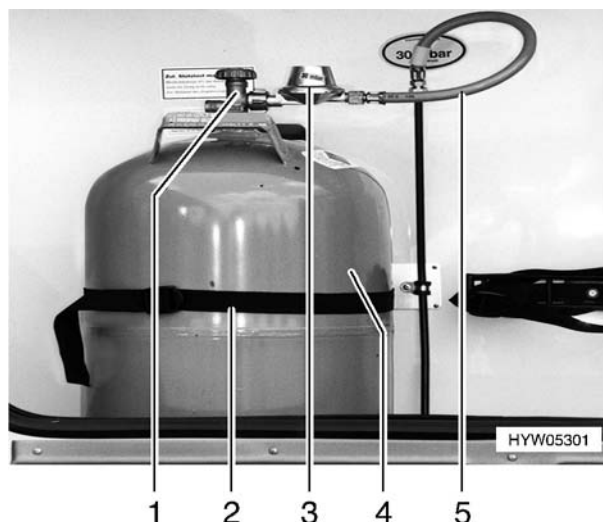

Fig. 46 Vano portabombole
- Chiudere la valvola principale (Fig. 46,1) della bombola del gas (Fig. 46,4). Osservare la direzione della freccia.
- Svitare a mano il regolatore di pressione (Fig. 46,3) del gas, con tubo (Fig. 46,5), dalla bombola del gas (filettatura sinistrorsa).
- Allentare la cinghia di fermo (Fig. 46,2) ed estrarre la bombola del gas.